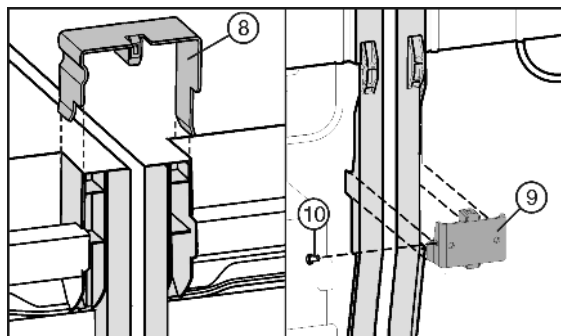

Fig. 7
- ▶ Helyezze be az összekötő kapcsot Fig. 7 (8) fenn a középső oldalfalakra.
- ▶ Az összekötő szögvasat Fig. 7 (9) lent helyezze az illeszkedő nyílásba.
- ▶ Ha az összekötő szögvas lazán ül, csavarral Fig. 7 (10) erősítse meg.